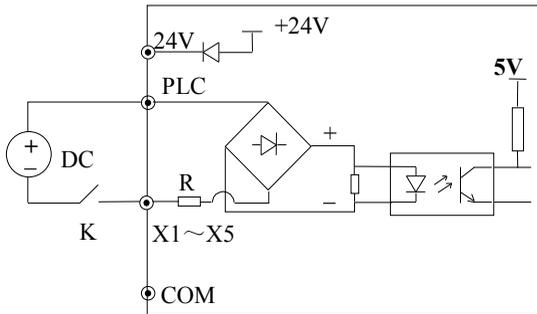

图 2-13 使用外部电源的连线方式
2) 使用外部电源, 接线方式如图2-13 (注意去除PLC与24V端子间的连接线)。